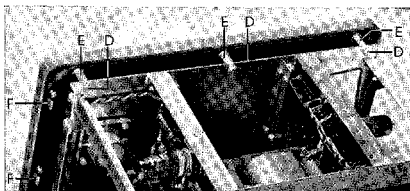

Fig. 15
- Draai de 6 bouten 'D' (fig. 15) los.
- De tekstplaat hiervan losmaken door het verwijderen van de 6 afstandsstukken 'E' en de 6 boutjes en veertjes 'F' (fig. 15).